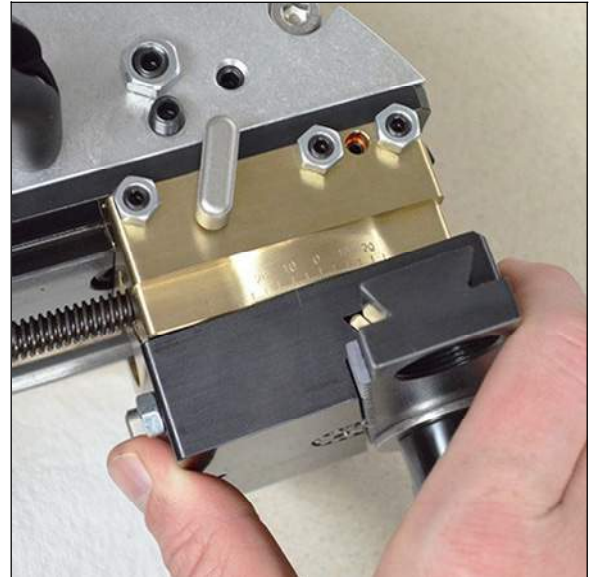

ABBILDUNG 3-30. DEN WERKZEUGKOPF SCHWENKEN (FF1200 DARGESTELLT)
4. Schwenken Sie den Werkzeugkopf, bis die Markierung mit dem erforderlichen Winkelwert auf dem Winkelmesser übereinstimmt (Abbildung 3-30). Wenn der Werkzeugkopf sich nicht bewegen lässt, wiederholen Sie die Schritte 2 und 3.